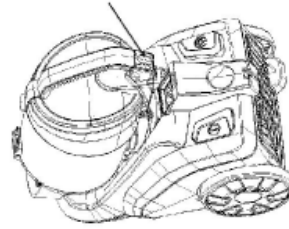

Fig.7
2. Scoateți compartimentul pentru praf din aspirator. (Vezi Fig 7).